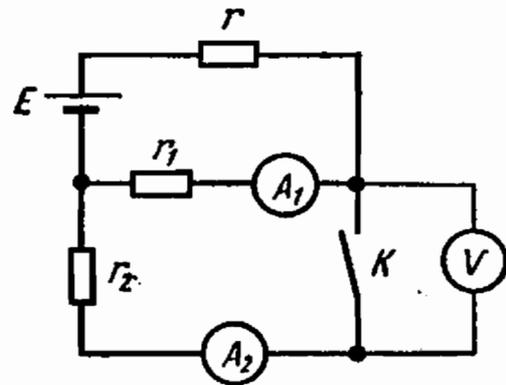

Рис. 1.36
1.36. Определить показания амперметров (рис. 1.36) при разомкнутом и замкнутом выключателе K , если при разомкнутом выключателе электростатический вольтметр показывает 100 В , а э. д. с. $E = \text{const}$. Сопротивления $r = 2 \text{ Ом}$, $r_1 = 10 \text{ Ом}$, $r_2 = 15 \text{ Ом}$. Сопротивлениями амперметров следует пренебречь.